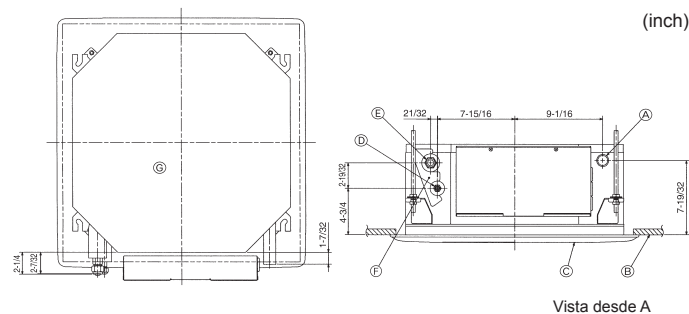

Fig. 4-1
4.1. Ubicaciones de los tubos de refrigerante y drenaje de la unidad interior (Fig. 4-1)